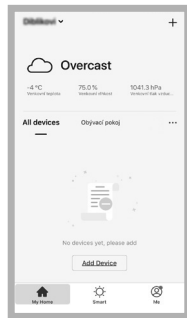

Fig. 6
3. En la aplicación, pulse + o "Add device" (Fig. 6) para agregar el artefacto nuevo.